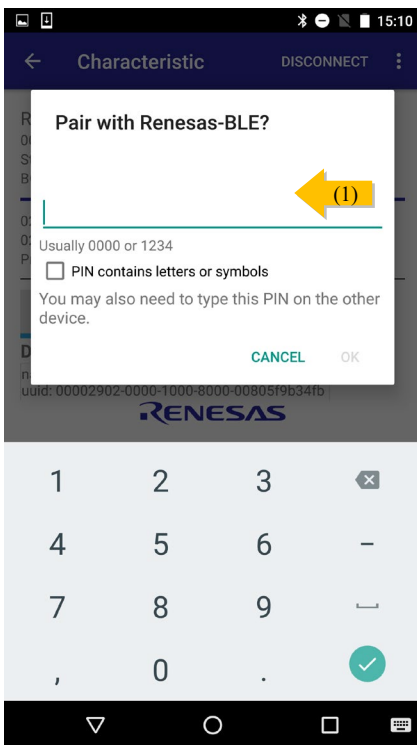

図 A4
5. パスキー入力ダイアログが表示されたら、RSK の LCD に表示されたパスキー（6桁の数字）を入力します^{注1 注2}（図 A4 の矢印 1）。USE_PAIRING_JUSTWORKS マクロを定義している場合、パスキーの入力は求められません。